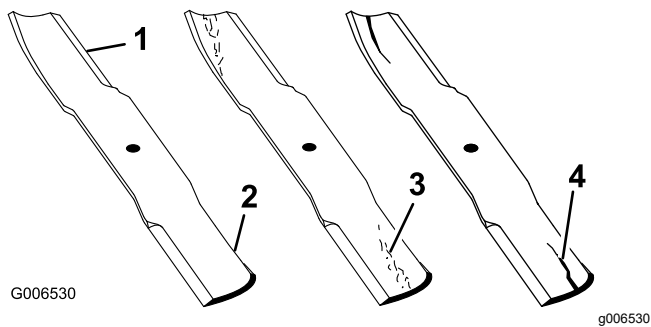

Figura 69
1. Inspeccione as extremidades de corte (Figura 69).
4. Se verificar quaisquer fissuras, desgaste, ou a formação de ranhuras nesta área instale imediatamente uma lâmina nova (Figura 69).